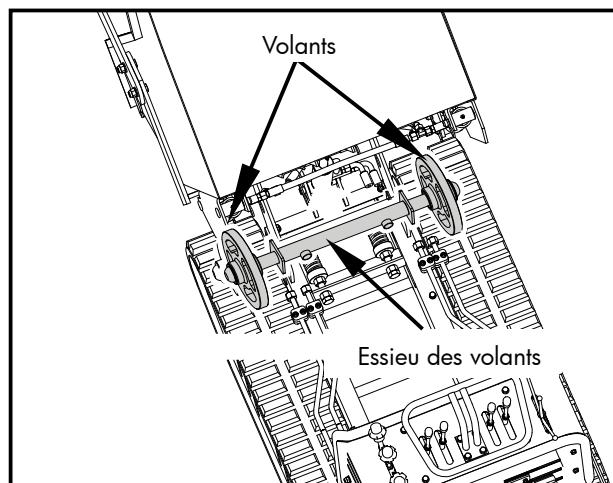

Figure 21
3. Desserrez les boulons de réglage et tirez l'axe du volant vers le moteur, afin de desserrez la chenille. Voir figure 21.